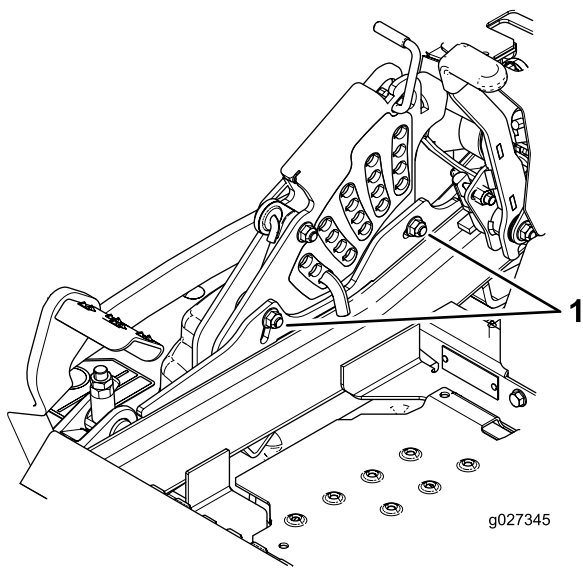

Figure 91
11. Pour régler le système monopoint, desserrez les 2 boulons au bas de la plaque de hauteur de coupe (Figure 91).
13. Serrez les 2 boulons au bas de la plaque de hauteur de coupe (Figure 91). T